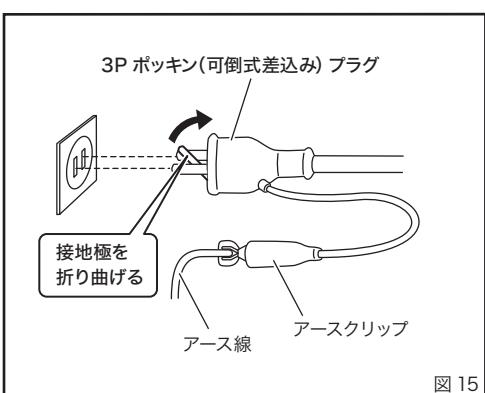

図15
7. 使用する電源について(図15)
- ・アースは、接地極のある電源コンセントに3Pポッキンプラグ(接地極付プラグ)を差し込んで行ってください。接地極のない電源コンセントに接続するときは、接地極を折り曲げて電源コンセントに差し込み、アースクリップを使用してください。(図15)